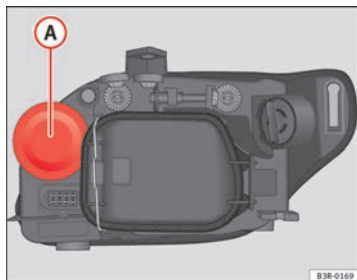

Abb. 208 Glühlampe für Blinker
- Nehmen Sie die Gummikappe \Rightarrow Abb. 208 durch Ziehen ab.